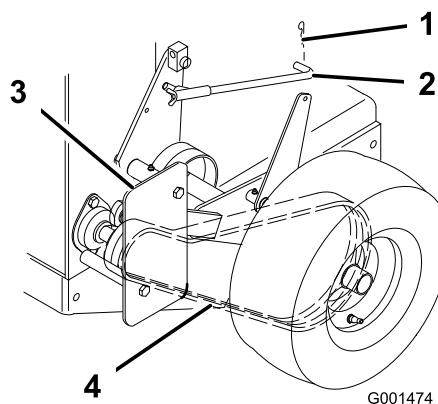

Figura 37
3. Retire el pasador de horquilla que sujeta la varilla del freno al brazo del freno para aliviar la tensión del tensor de la correa (Figura 37).
4. Retire el perno inferior y afloje el perno superior del protector para poder girarlo y facilitar el acceso a la correa (Figura 37).
5. Eleve la correa, desacóplela de la polea tensora y retírela de la polea de transmisión (Figura 37).
8. Sujete el protector con el perno que retiró anteriormente y apriete los pernos (Figura 37).
9. Sujete la varilla del freno al brazo del freno con el pasador de horquilla (Figura 37).